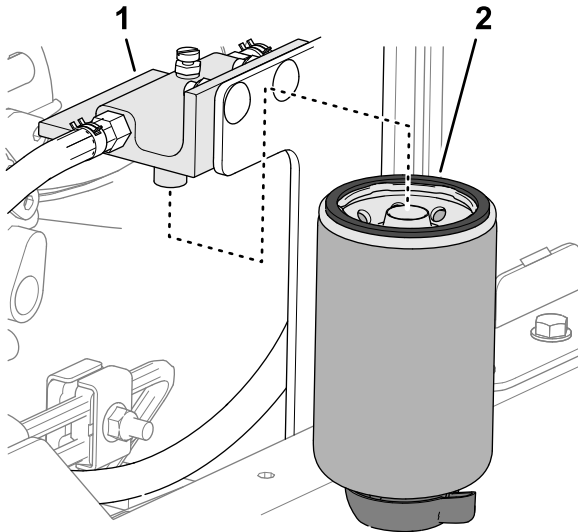

Figura 116
2. Pulite la testa del filtro e la scatola del filtro (Figura 116).